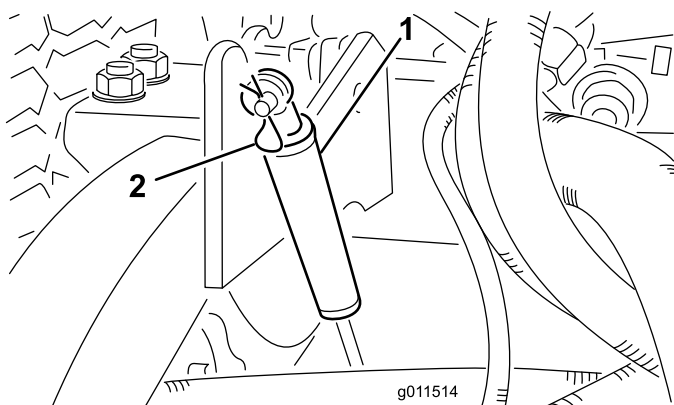

Figura 79
2. Retire o contrapino tipo grampo que fixa os amortecedores aos braços de elevação (Figura 79).